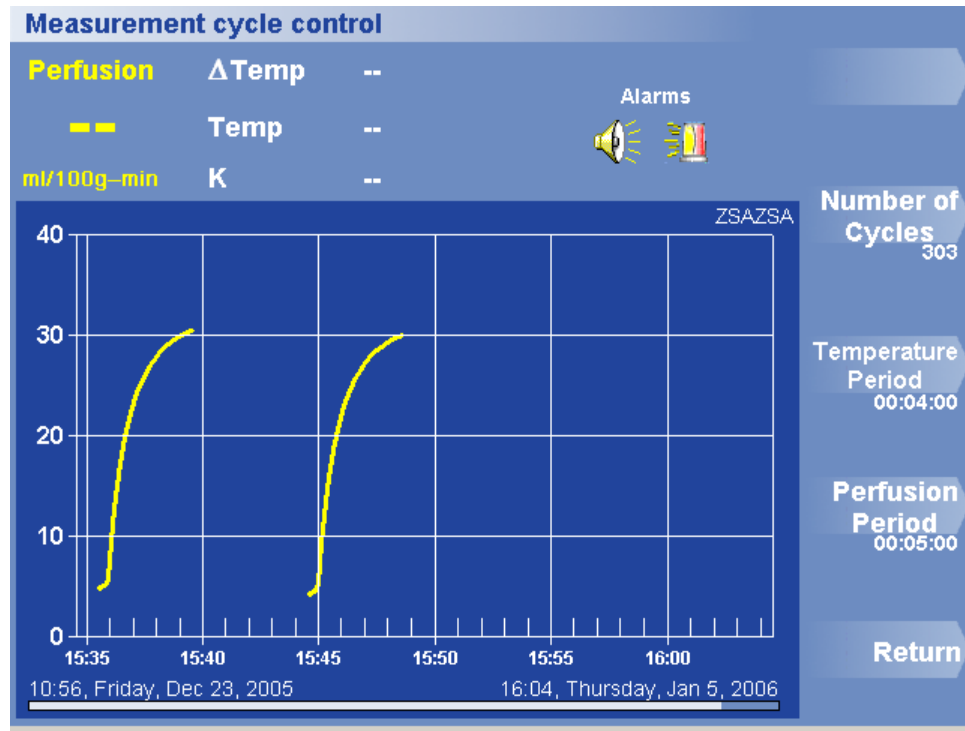

図 38 測定サイクル制御メニュー
1. Options (オプション) > More Options (他のオプション) > Measurement Cycle Control (測定サイクル制御) を押します。測定サイクル制御メニューが表示されます (図 38)。現在設定されているサイクルの数がサイクル数の下に表示されます。
1. Options (オプション) > More Options (他のオプション) > Measurement Cycle Control (測定サイクル制御) を押します。測定サイクル制御メニューが表示されます (図 38)。温度安定化期間の現在の長さが、Temperature Period (温度期間) の下に表示されます。
1. Options (オプション) > More Options (他のオプション) > Measurement Cycle Control (測定サイクル制御) を押します。測定サイクル制御メニューが表示されます (図 38)。灌流測定期間の現在の長さが、Perfusion Period (灌流期間) の下に表示されます。